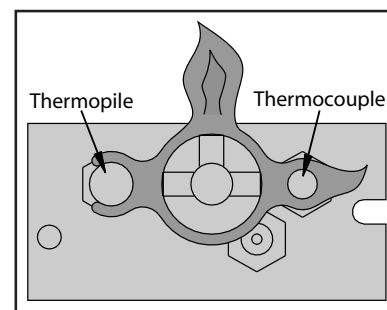

Figure 3: La flamme pilote
1. Fermez la source de gaz au foyer. Si ça n'a pas été fait dernièrement, enlevez la vitre et laissez aérer l'appareil pendant au moins cinq (5) minutes afin de laisser dissiper tout le gaz restant. Ouvrez la source de gaz au foyer.
3. Relâchez le bouton de commande et vérifiez que la flamme entoure complètement l'assemblage thermocouple (voir la Figure 3).